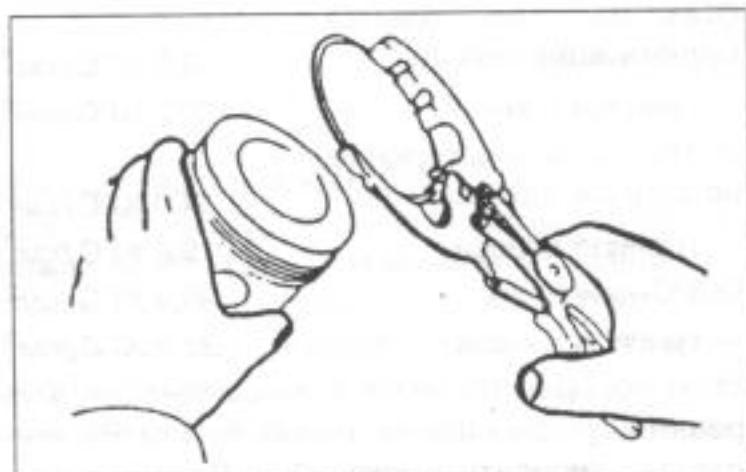

Рис. 80.
- Снять по очереди поршневые кольца с помощью цанг для поршневых колец (рис. 80). Если кольца опять должны будут применяться, их нужно соответственно обозначить. Если нет в распоряжении цанг, можно на противоположных местах поршня под кольцо вставить металлические полоски. Одну подоску обязательно подложить под кольцо, чтобы избежать царапин.
- С помощью цанги для поршневых колец вставить по очереди поршневые кольца в канавки (см. рис. 80). Оба поршневых кольца можно перепутать и поэтому нужно смотреть их поперечные сечения, прежде чем вставлять. Второе поршневое кольцо на внешней стороне резко скошено вверх. Кроме того, оба кольца обозначены с одной стороны маркировкой (обозначительная буква "R"), и это обозначение после насадки кольца должно быть видно со стороны днища поршня. Для дизельного двигателя можно также выбрать буквы «N».